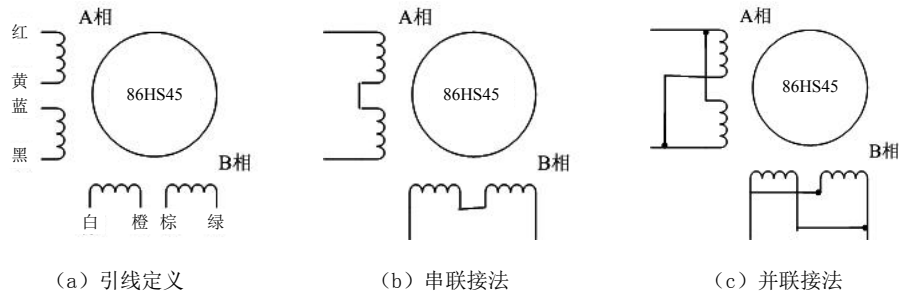

图 7 86 电机串并联接法
- 2) 相是相对的，但不同相的绕组不能接在驱动器同一相的端子上（A+、A-为一相，B+、B-为另一相），雷赛 86HS45 电机引线定义、串、并联接法如图 7 所示。